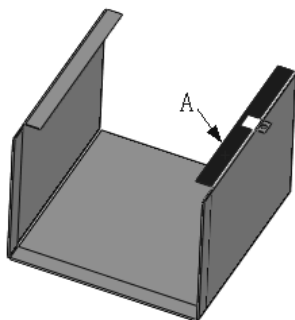

图 10-163 选择基准面
12) 选择绘图基准面。单击图 10-163 所示的钣金件面 A，单击“标准视图”工具栏中的 (正视于) 按钮，将该面作为绘制图形的基准面。
13) 绘制草图。在图 10-163 所示的基准面上，单击“草图”控制面板中的 (边角矩形) 按钮，绘制 4 个矩形，标注其智能尺寸，如图 10-164 所示。